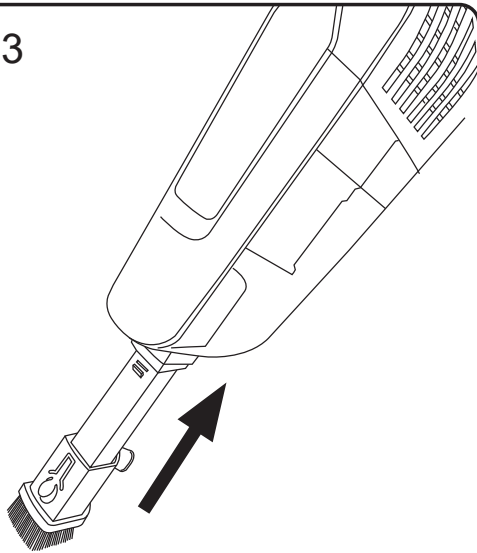

Fig.4
- To urządzenie posiada w uchwycie składanym pozycję, która ułatwia jego przechowywanie. (Fig.4)